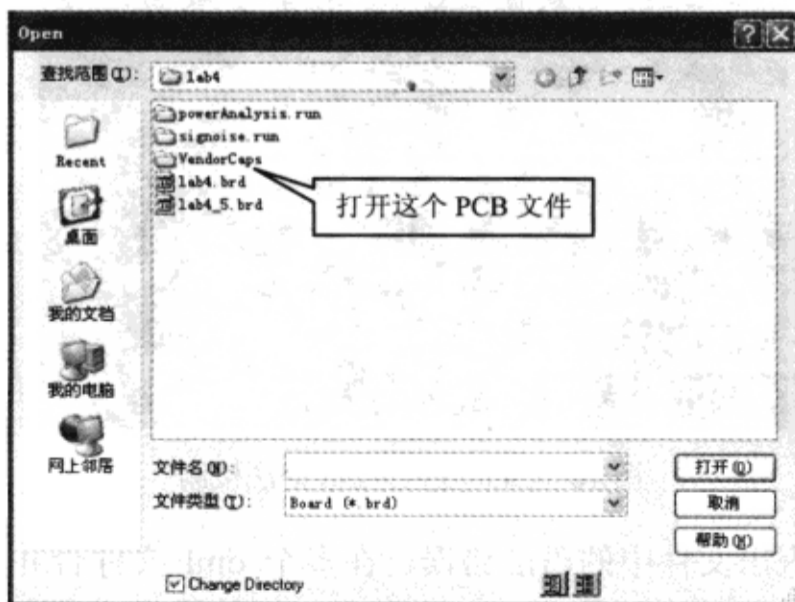

图 10-6-46 “Open”对话框
(1) 在 Allegro PCB PI option XL 窗口中执行菜单命令“File”→“Open”，弹出“Open”对话框，如图 10-6-46 所示。